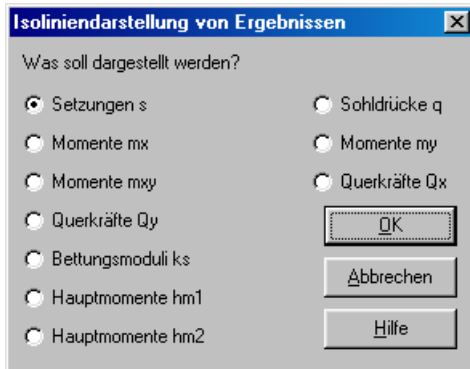

Bild 9-40 Optionsfeld "Isoliniendarstellung von Ergebnissen"
- Wählen Sie "Isoliniendarstellung von Ergebnissen" aus dem "Graphik"-Menü des Programms *ELPLA-Graphik*. Das folgende Optionsfeld im Bild 9-40 erscheint
- Im Optionsfeld in Bild 9-40 "Isoliniendarstellung von Ergebnissen" wählen Sie "Setzungen s", damit die Ergebnisse angezeigt werden